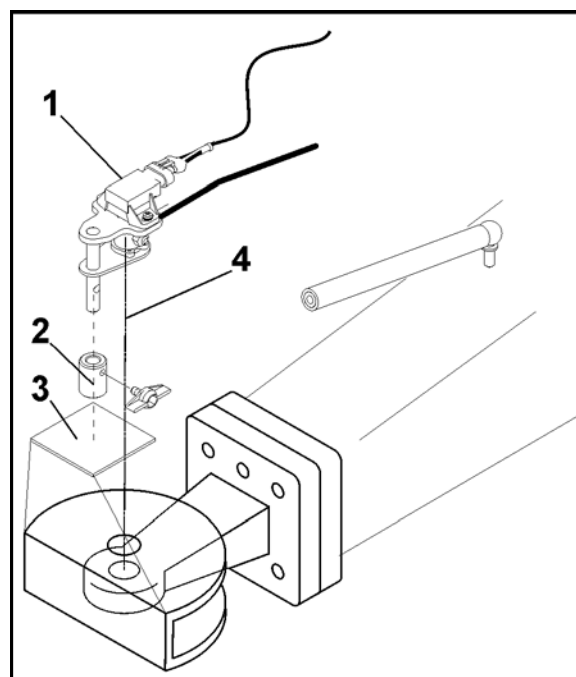

Fig. 117
- Sørg for, at afstanden mellem koblingspunkt og drejevinkelføler (Fig. 117/ X) er så lav som mulig (især ved hitch-træk).